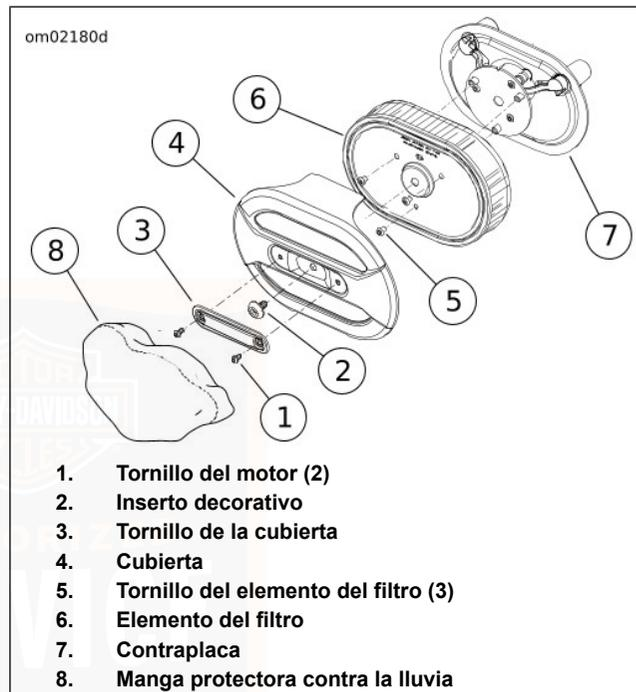

Figura 54. Depurador de aire: FLSTFBS
Vea Figura 54. En condiciones mojadas o lluviosas, como el elemento del filtro está expuesto puede entrar agua en el motor. Cuando la motocicleta está estacionada, el agua puede causar corrosión interna o daño en el motor. En marcha, el agua puede causar una falla de encendido del motor.
1. Vea Figura 54. Quite los dos tornillos (1). Extraiga el inserto decorativo (2).
2. Extraiga el tornillo (3) para liberar la cubierta (4). Retire la cubierta.
3. Extraiga los tres tornillos (5) para liberar el elemento del filtro (6). Quite el elemento del filtro.
1. Vea Figura 54. Coloque el elemento del filtro (6) en la contraplaca (7).
2. Instale los tornillos del elemento del filtro (5). Ajuste a 6,2–6,8 N·m (55–60 **in-lbs**).
3. Coloque la cubierta del depurador de aire (4) en la contraplaca. Aplique una gota de LOCTITE 243 MEDIUM STRENGTH THREADLOCKER AND SEALANT (blue) (Fijatornillos y sellador de mediana fuerza LOCTITE 243; azul) a las roscas de cada uno de los tornillos. Ajuste a 4–6,8 N·m (36–60 **in-lbs**).
4. Instale el inserto decorativo (2). Instale los tornillos del inserto decorativo (1). Ajuste a 3,1–3,6 N·m (27–32 **in-lbs**).